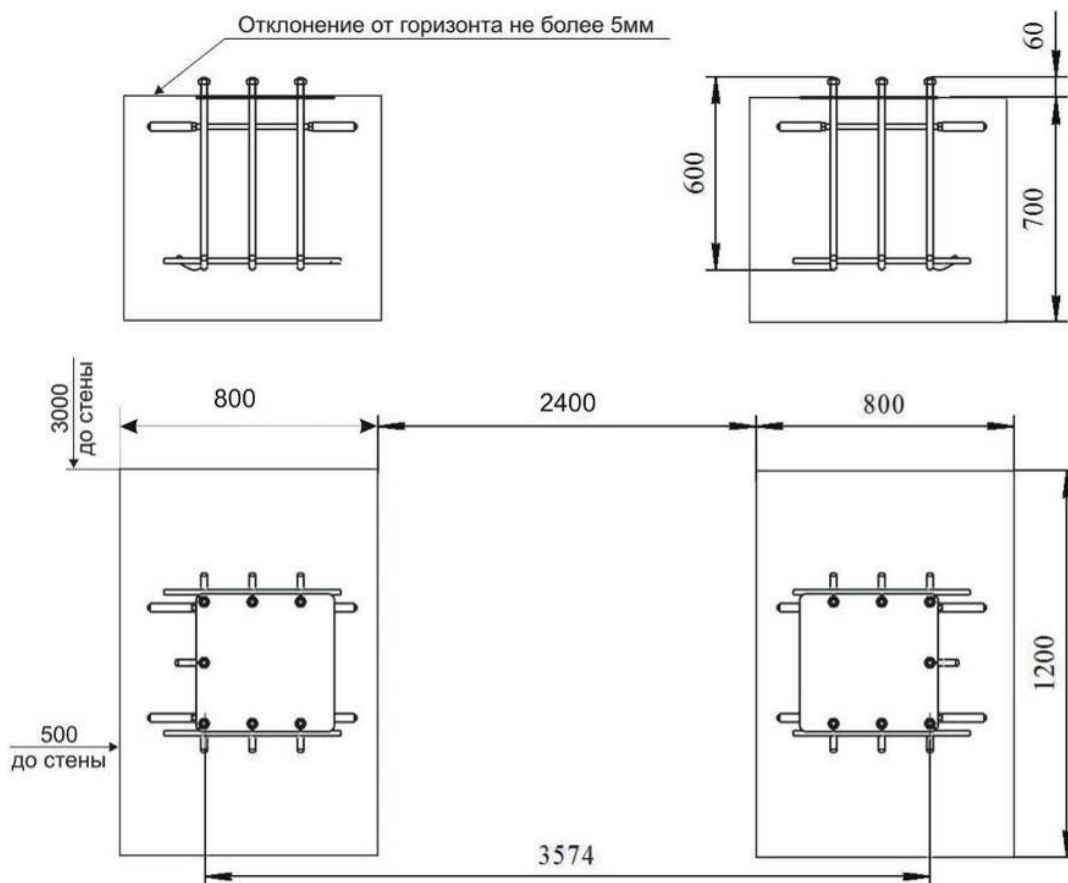

Рисунок 6.3 - Схема оборудования фундамента и расположения корзин для крепления подъемника
6.4 Изготовитель рекомендует устанавливать подъёмник на специальные монтируемые в бетонный пол корзины (Рисунок 6.3).